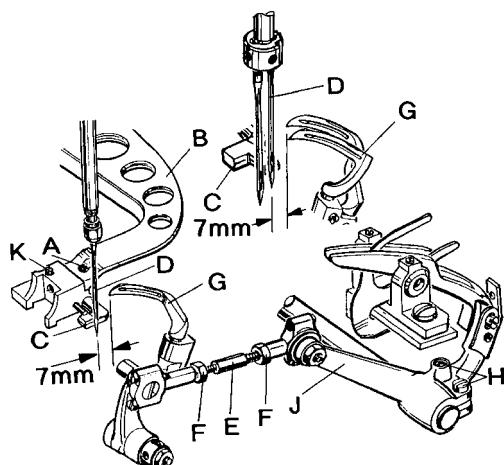
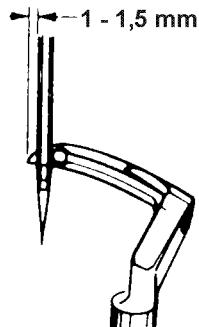
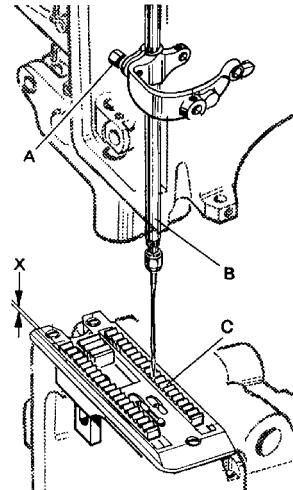
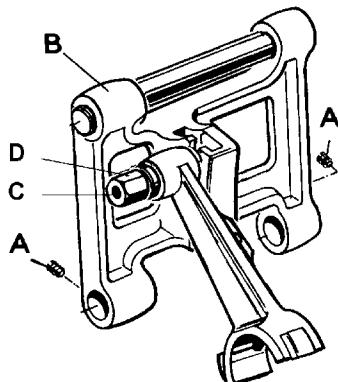

Fig. 10
Fig. 12
Fig. 13
Fig. 14
Remove the presser foot, throat plate and feed dog, for convenient access to the machine. Loosen the screw (A, Fig.10) in the feed bar (B) and push the feed bar needle guard (C) to the rear to avoid its contacting the needle(s) (D).
Set the looper connecting rod (E) so the distance (X, Fig. 12) between the centerlines of the two ball joints is 69.8 mm (2 3/4 in.). For adjustment loosen the two nuts (F, Fig.10) and turn connecting rod (E) forward or backward as required to obtain specified dimension, retighten nuts (F).
Zur bequemeren Einstellung entfernen Sie Drückerfuß, Stichplatte und Transporteur. Lösen Sie die Schraube (A, Fig.10) im Transporteurträger (B) und drücken Sie den Nadelanschlag (C) nach hinten, damit er die Nadel(n) (D) nicht berühren kann.
Die Greiferverbindungsstange (E) muß so eingestellt sein, daß der Abstand (X, Fig. 12) von Mitte zu Mitte Kugelgelenk 69,8 mm beträgt. Zum Einstellen lösen Sie die beiden Muttern (F, Fig.10) und drehen die Verbindungsstange (E) vor oder zurück bis der erforderliche Abstand erreicht ist. Ziehen Sie die Muttern (F) wieder an.
Remove the face cover on machine arm. Rotate handwheel in operating direction until the looper point, moving to the left, projects 1 to 1.5 mm (.040 to .060 in.) left of the needle (see Fig. 12). Lower edge of looper and upper edge of needle eye must be flush in this position. If adjustment is necessary, loosen clamp screw (A, Fig. 13) in the needle bar connection and move the needle bar up or down, as required. Retighten screw (A) and remount face cover.
Entfernen Sie den Stirndeckel am Maschinenarm. Drehen Sie das Handrad in Nährichtung bis die sich nach links bewegende Greiferspitze 1 bis 1,5 mm links der Nadel steht (siehe Fig.12). In dieser Stellung müssen Unterkante Greifer und Oberkante Nadelöhr bündig sein. Ist eine Einstellung notwendig, lösen Sie die Klemmschraube (A, Fig. 13) im Nadelstangenmitnehmer und schieben die Nadelstange (B) entsprechend nach oben oder unten. Ziehen Sie die Schraube (A) wieder an und montieren Sie den Stirndeckel.
At highest point of feed dog travel, the lower feed dog (C, Fig. 13) should be set so that the rear teeth project their full depth (X, Fig. 13) above the throat plate surface. For setting remove the lower feed dog and adjust the supporting screw (K, Fig. 10) on the top to the feed bar to the required height. Remount the lower feed dog. After loosening screws (A, Fig. 14) rear in the feed rocker (B) the feed bar with feed dog can be moved laterally to center the feed dog in the throat plate slots, if required. Retighten screws (A).
Im höchsten Punkt der Transporturbewegung sollen die hinteren Zähne des unteren Transporteurs (C, Fig. 13) eine volle Zahnhöhe (X, Fig. 13) über die Stichplattenoberfläche hinausragen. Zur Einstellung entfernen Sie den Transporteur und stellen die Stützschraube (K, Fig. 10) oben im Transporteurträger auf die entsprechende Höhe. Montieren Sie den Transporteur wieder. Nach dem Lösen der Schrauben (A, Fig. 14) hinten im Transportrahmen (B) kann der Transporteurträger bei Bedarf mit dem Transporteur seitlich verschoben und in den Stichplattenschlitzen vermittelt werden. Ziehen Sie die Schrauben (A) wieder an.
Stud (C, Fig. 14) for setting the stitch length is accessible from the outside.
The length of the stitch can be adjusted by raising or lowering the stud (C, Fig. 14) in the segment slot of the feed rocker (B). Lowering stud (C) will lengthen the stitch, raising the stud will shorten the stitch. After loosening nut (D), stud (C) can be moved accordingly. When the desired stitch length is obtained, retighten nut (D).
The needle guard (C, Fig. 10) has to be set so, that it just contacts the needle at its most forward point of travel, without deflecting it.
Loosen screw (A, Fig. 10) in the feed bar (B) and adjust the needle guard (C) accordingly. Retighten screw (A).
Der Bolzen (C, Fig. 14) zur Einstellung der Sticlhänge ist von außen zugänglich.
Die Sticlhänge kann durch Höher- oder Tieferstellen des Bolzens (C, Fig. 14) in der Nut des Transportrahmens (B) verändert werden. Tieferstellen des Bolzens (C) verlängert den Stich, Höherstellen verkürzt ihn. Nach Lösen der Mutter (D) läßt sich der Bolzen (C) entsprechend verschieben. Wenn die gewünschte Sticlhänge eingestellt ist, ziehen Sie die Mutter (D) wieder an.
Der Nadelanschlag (C, Fig. 10) muß so eingestellt sein, daß er in der vordersten Stellung seiner Bewegung gerade die Nadel berührt, aber nicht ablenkt.
Zur Einstellung lösen Sie die Schraube (A, Fig. 10) im Transporteurträger (B), und stellen den Nadelanschlag (C) entsprechend ein. Ziehen Sie die Schraube (A) wieder an.